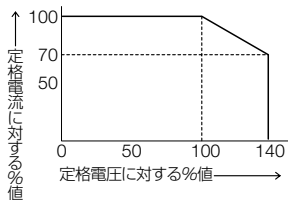
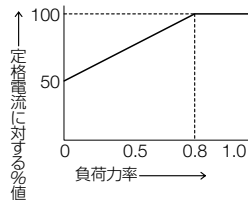

図1 許容出力電流
図2 許容負荷力率
- (※9) 定格出力電圧、力率0.8以上の線形負荷にて、定格出力電圧以外の電圧、力率0.8以下の負荷については、図1、図2による。